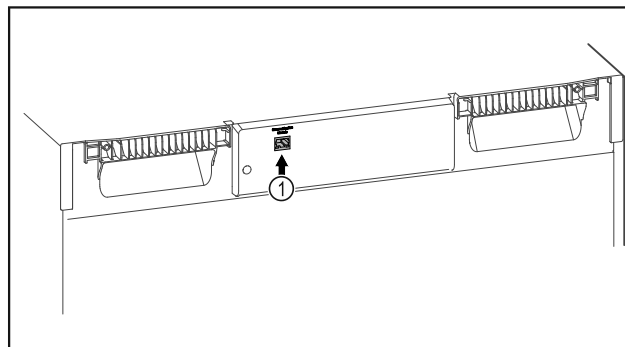

Fig. 131
- SmartModule Fig. 131 (1) je nasadený.